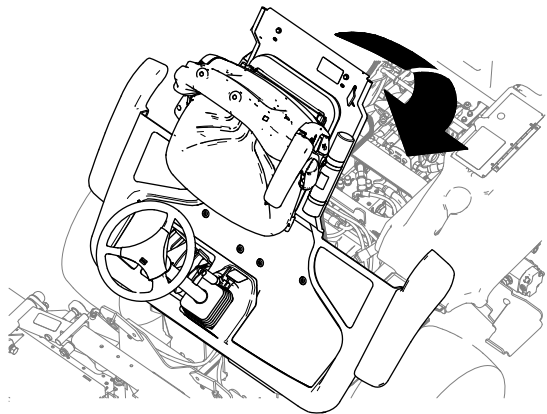

Figura 12
1. Baje la plataforma con cuidado (Figura 12).